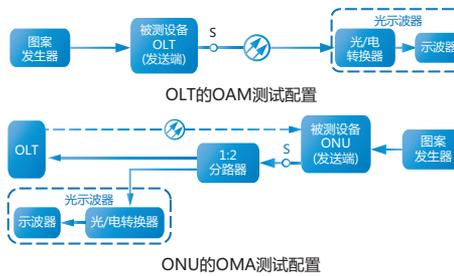

图7
消光比测试配置如图7：
- (a) 按图7所示搭建 OLT和ONU的测试配置；